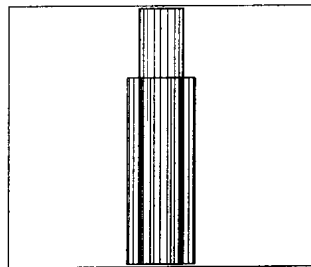

图 1-3
6. 切换视图。单击  按钮或者单击 View→3D Views→Front, 结果如图 1-3 所示。
① Specify center of sphere <0, 0, 0>:0, 0, 550↵。